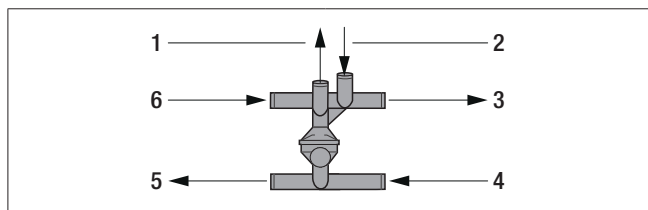

Bild 15
- Anslut värmaren och vattenpumpen till kombiventilen med vattenslangar, se Bild 15.